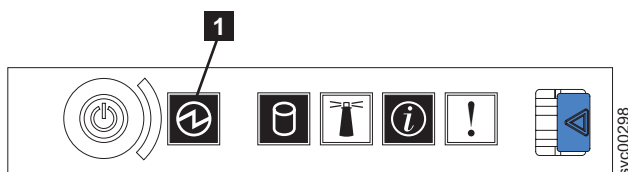
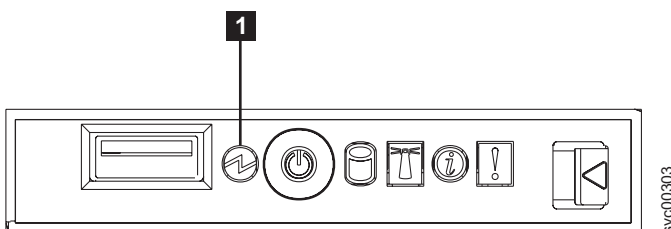
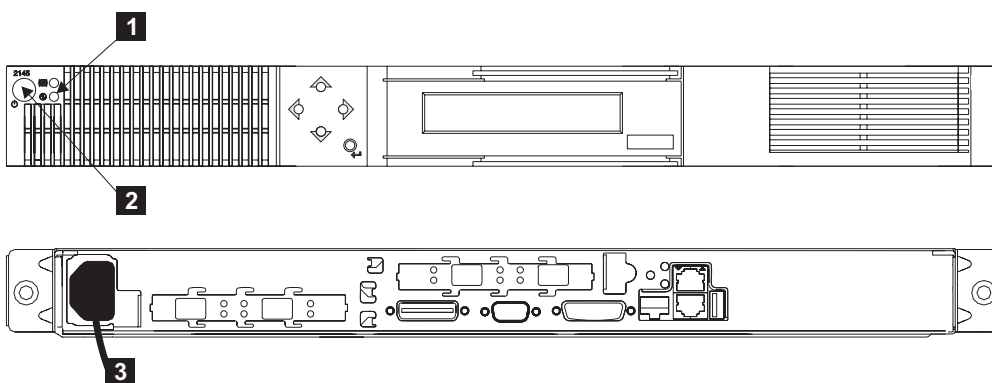

図 98. SAN ボリューム・コントローラー 2145-8G4 オペレーター・パネル表示装置
図 99. SAN ボリューム・コントローラー 2145-8F4 または SAN ボリューム・コントローラー 2145-8F2 のオペレーター・パネル表示装置
図 100. SAN ボリューム・コントローラー 2145-4F2 のフロント・パネルと背面パネルの図
1. SAN ボリューム・コントローラー 2145-8G4、SAN ボリューム・コントローラー 2145-8F4、または SAN ボリューム・コントローラー 2145-8F2 の電源 LED **1** (414 ページの図 99) あるいは SAN ボリューム・コントローラー 2145-4F2 電源 ライト **1** (414 ページの図 98、414 ページの図 99、または 414 ページの図 100) をチェックします。ライトが点灯している場合は、ステップ 2 (415 ページ)